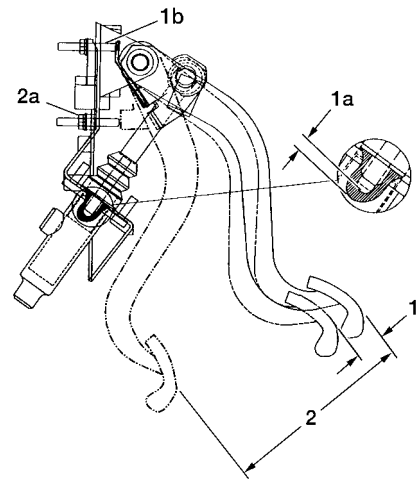

Fig. 1: Embrague
La carrera del cilindro esclavo (A) es de 29 ± 1 mm (1.14 ± 0.04 pulg.). La carrera del pedal del embrague (2 - Figure 1) da la carrera. El tornillo de ajuste inferior (2a) limita la carrera del pedal y por lo tanto la carrera del cilindro esclavo del embrague.